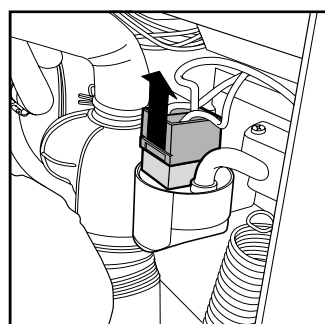

Рис.3
3. Отсоединить электрический провод против помех, отсоединяя зажим (рис. 3).